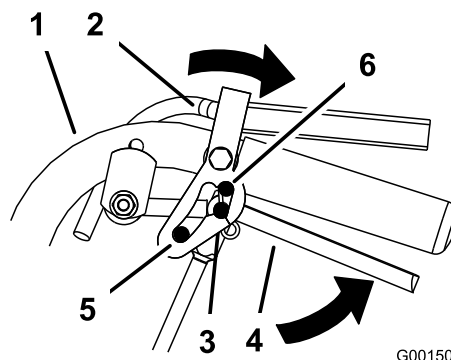

Рисунок 10
2. Поставьте большие пальцы рук на верхние части фиксаторов и переведите их назад так, чтобы штифты вошли в НЕЙТРАЛЬНОЕ положение (Рисунок 10).